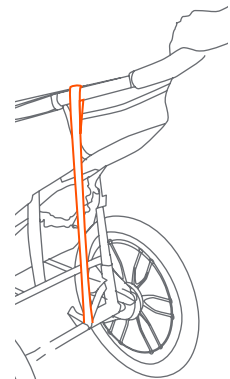

Fig. 19c
- La correa de seguridad debe permanecer conectada al travesaño del armazón inferior trasero en todo momento. Esta posición tiene como fin evitar que el carrito se incline hacia atrás en caso de que usted se caiga al suelo. La correa de seguridad incluye un accesorio de gancho y arandela para su almacenaje, a la izquierda del carrito, cuando no está en uso (Fig. 19c).